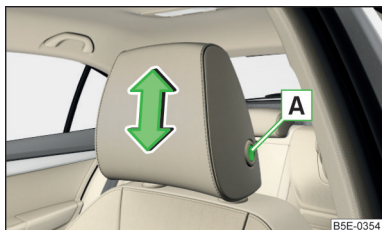

Fig. 73
- Enfoncez la touche de sécurité **A** et maintenez-la enfoncée » fig. 73.